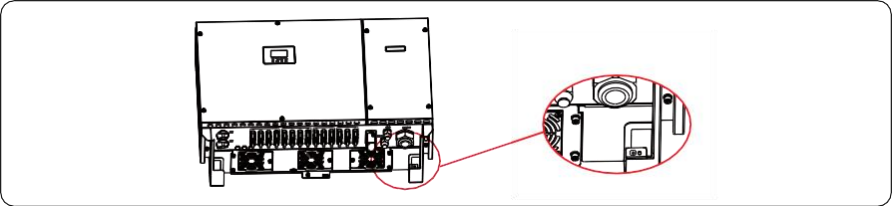

Figura 5.3 Fissaggio del cavo PGND
Step 3 Rimuovere le viti di messa a terra dai punti di messa a terra, fissare il cavo PGND (eseguito negli step 1 e 2) utilizzando i bulloni di messa a terra e serrare i bulloni a una coppia di 5 N•m utilizzando una chiave a tubo, come mostrato nella Figura 5.3 . Il cavo PE deve essere ben messo a terra per garantire che l'impedenza tra il neutro e il cavo di messa a terra sia inferiore a 100hm.